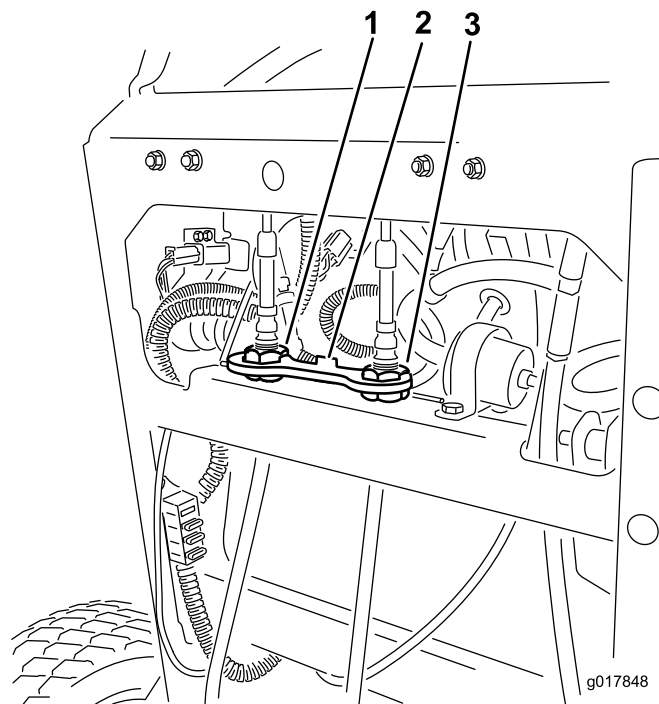

Figure 71
6. Placez la retenue de câble sur les écrous de réglage de câble pour fixer le réglage (Figure 71).